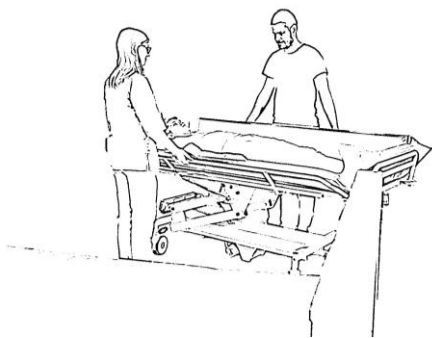

Afbeelding 5
14 Klap het zijhek van de Koval-douchebrancard omhoog aan de andere kant van de transfer en het bed. (zie afbeelding 5).
5 Plaats de Koval-douchebrancard naast het bed (zie afbeelding 5).
- 7 Klap het zijhek van de Koval-douchebrancard naar beneden aan de andere kant van verplaatsing naar het bed. (Zie afbeelding 5).